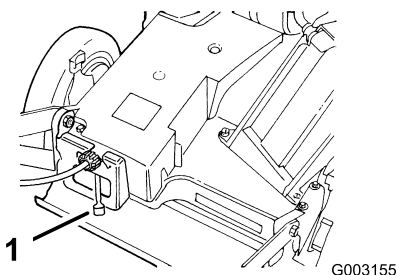

Figura 15
4. Mueva el control de la velocidad de avance a la posición de Punto muerto (N) (Figura 15).